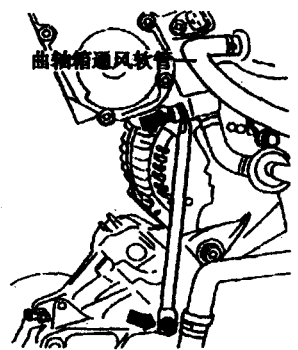

图 2-15 拆卸进气歧管支架
(1) 进气歧管
①拆卸。拆卸进气歧管时，应拆卸所有电缆及拉索，安装时必须按原样复位。查取收音机防盗密码，关闭点火开关，断开蓄电池接地线。排空冷却系统，拆卸发动机舱盖。
• 拆卸进气歧管处的曲轴箱通风软管,拆卸进气歧管支架(图 2-15 箭头所示),拉出机油标尺。拧开法兰处进气歧管紧固螺栓,拆下进气歧管。用干净布堵住气缸盖上的进气口。
②安装。更换衬垫及密封件,按与拆卸相反的顺序安装进气歧管。安装时注意调整节气门拉索和加注冷却液,安装后注意以下事项: